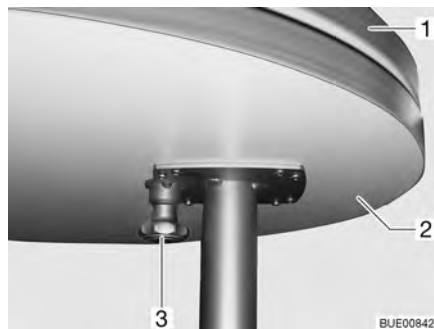

Fig. 89 Mesa fija
- Tirar el botón (Fig. 89,3) del bloqueo hacia abajo y girar la prolongación del tablero de mesa (Fig. 89,2) hacia fuera.
- Girar la prolongación del tablero de mesa (Fig. 89,2) debajo del tablero de la mesa (Fig. 89,1) hasta que se oiga engatillar el bloqueo.